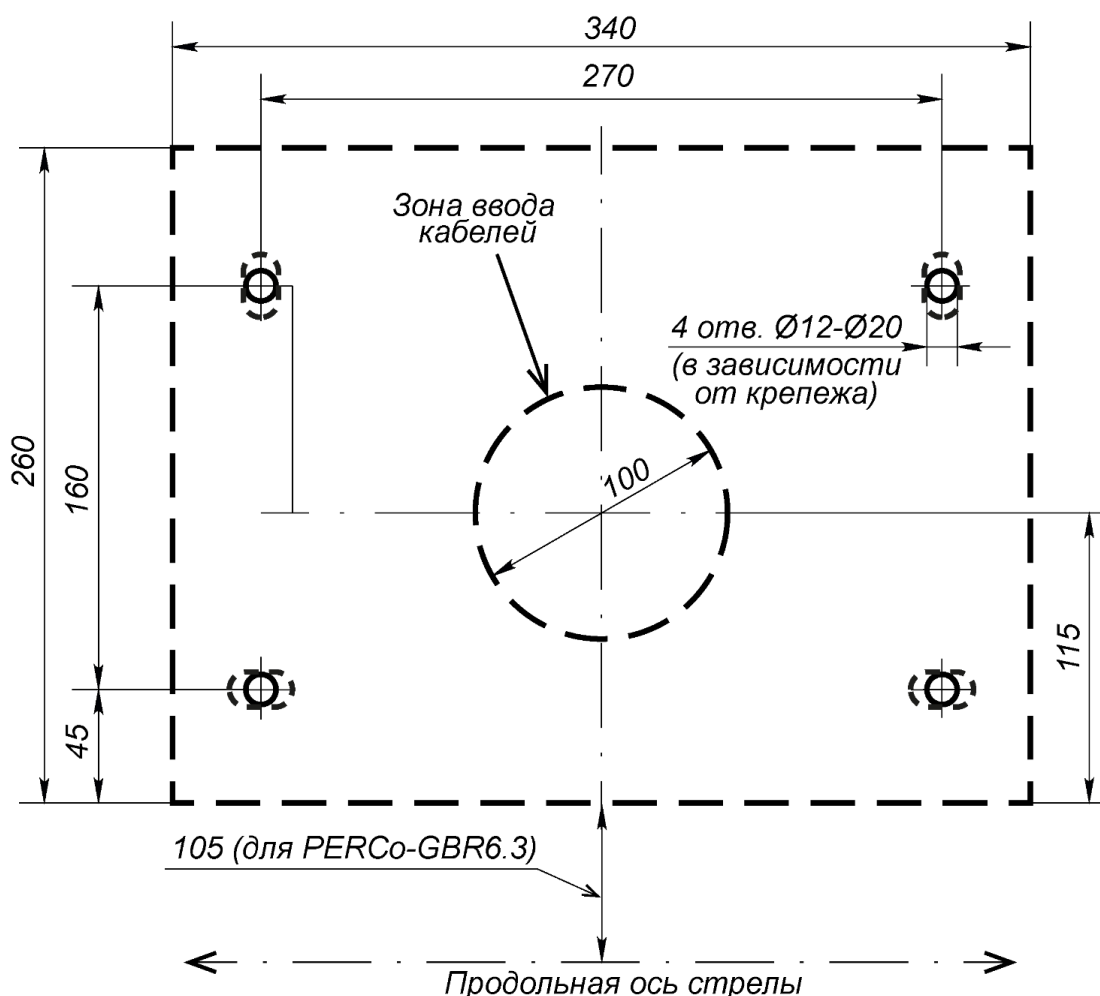

Рисунок 8. Разметка установочных отверстий шлагбаума
По умолчанию шлагбаум поставляется с положением стрелы, рассчитанной на правосторонний проезд (стойка шлагбаума фронтальной стороной располагается справа от проезжей части). При необходимости изменения этого положения на противоположное выполните следующие действия (см. рис. 8):
Переведите кронштейн крепления стрелы в горизонтальное положение, для чего шлицевой отвёрткой вращайте винт (ручку) разблокировки привода (21) по часовой стрелке до упора (см. рис. 8).